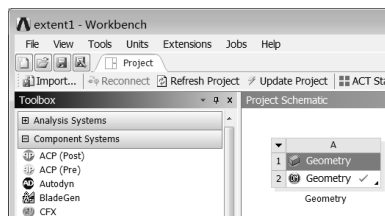

图 2-54 项目 A
Step2：此时在 Workbench 主窗口的“项目管理”窗口中加载了一个项目 A，如图 2-54